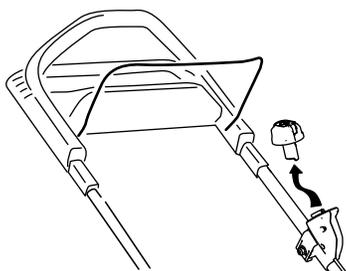

Figura 19
- Rimuovete il pulsante di avviamento elettrico (Figura 19).